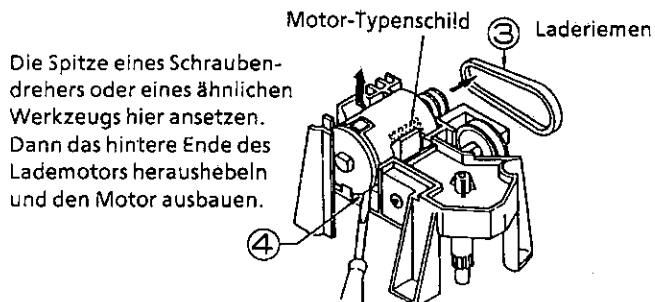

Abbildung 1-70.
3. Den Laderiemen ③ entfernen.
4. Das hintere Ende des Lademotors mit einem Schraubendreher oder einem vergleichbaren Werkzeug heraushebeln (siehe Abbildung 1-70), und dann den Motor herausnehmen.